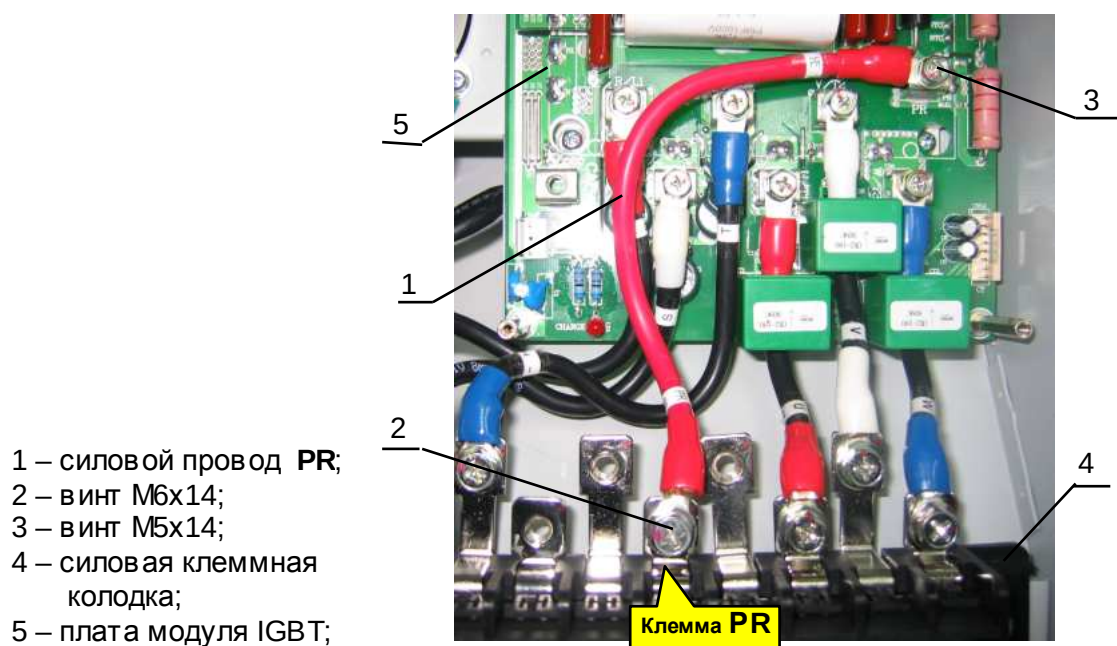

Рис.7.13
7.4.14. Установить провод **PR** (1) (рис.7.13). Наконечник меньшего размера провода присоединить к монтажной клемме **PR** и закрепить винтом (3). Наконечник большего размера этого провода присоединить к наконечнику клеммы **PR** силовой клеммной колодки (4) и закрепить винтом (2).